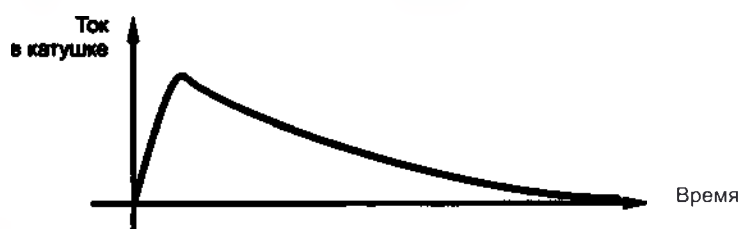

Рис. 3. Монофазный стимул.
- **Монофазный стимул (с блоком расширения)** — стимул, при котором ток в катушке индуктора протекает в одном направлении, нарастая по синусоидальному закону и спадая по экспоненте (рис. 3).